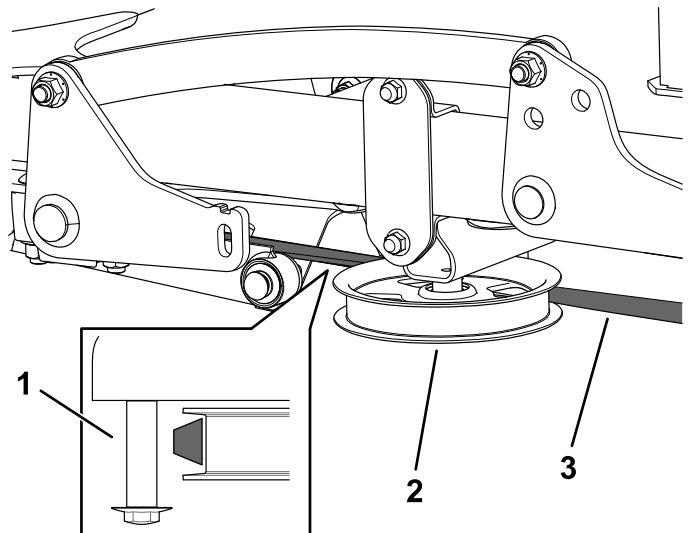

Figura 7
4. Enrute la correa hasta la polea tensora (Figura 7).
Importante: Asegúrese de que el lado más ancho de la correa está en contacto con la polea, como se muestra en la Figura 7. Utilice el perno de cuello largo como guía para la correa.